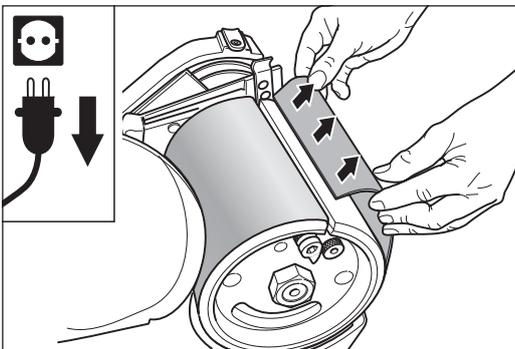

Abb. 25 Den verschlissenen Schleifmittelbogen abnehmen.
- 8 Entfernen Sie das verschlissene Schleifmittel (Abb. 25).